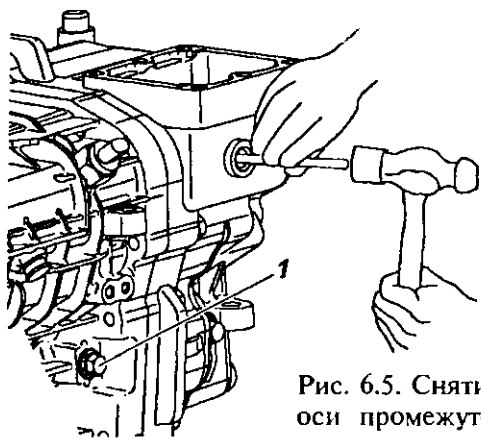

Рис. 6.5. Снятие штифта и болт оси промежуточной шестерни заднего хода :
4. Снимите штифт головки штока, используя бородок с тонким цилиндрическим концом (рис. 6.5). Отверните болт 1 оси промежуточной шестерни заднего хода на картере коробки передач.